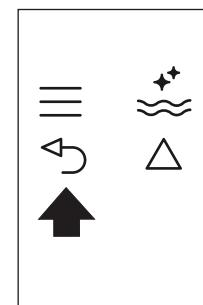

Abb. 25
- Drücken Sie die Sensorstaste  (B6) (Abb. 25) zweimal, um das Menü zu verlassen.
- ▶ Drücken Sie die Sensortaste \leftarrow (B6) (Abb. 25) zweimal, um das Menü zu verlassen.